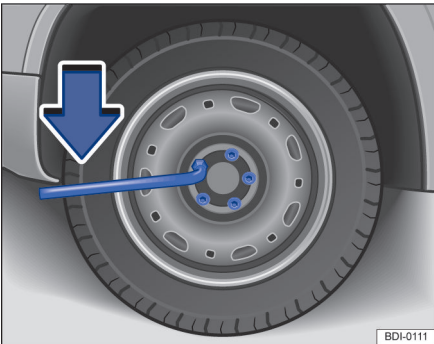
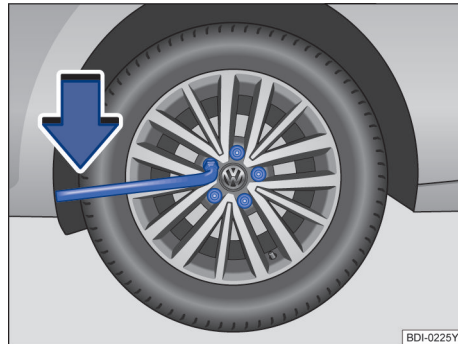

图 161 更换车轮：松开车轮螺栓（带车轮饰盖的车型）
图 162 更换车轮：松开车轮螺栓
- 将车轮扳手套到车轮螺栓上，然后推到限位位置⇒图 161 或⇒图 162。